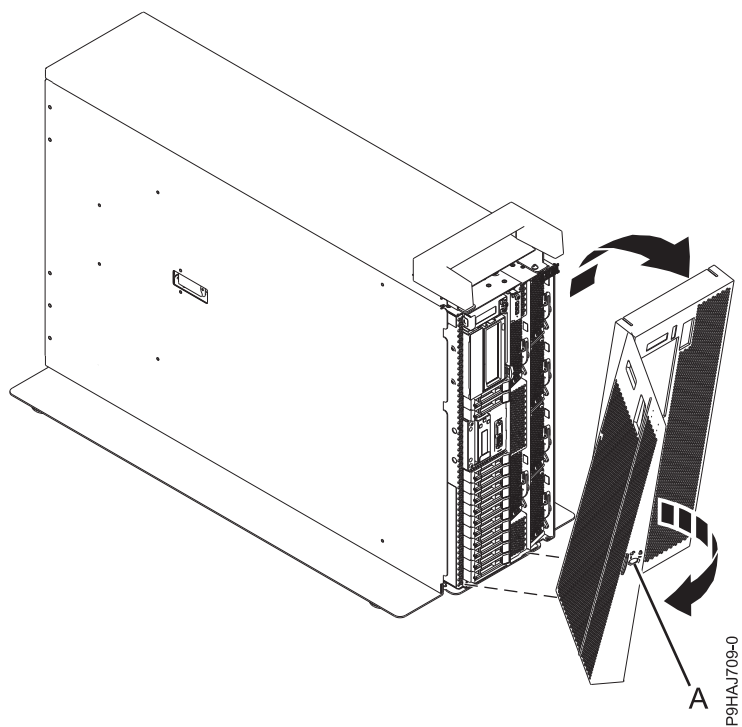

Figura 17. Extracción de la cubierta frontal
4. Tire de la cubierta para extraerla del sistema como se muestra en la Figura 17. La cubierta tiene una hendidura que le permite sujetarla más fácilmente.